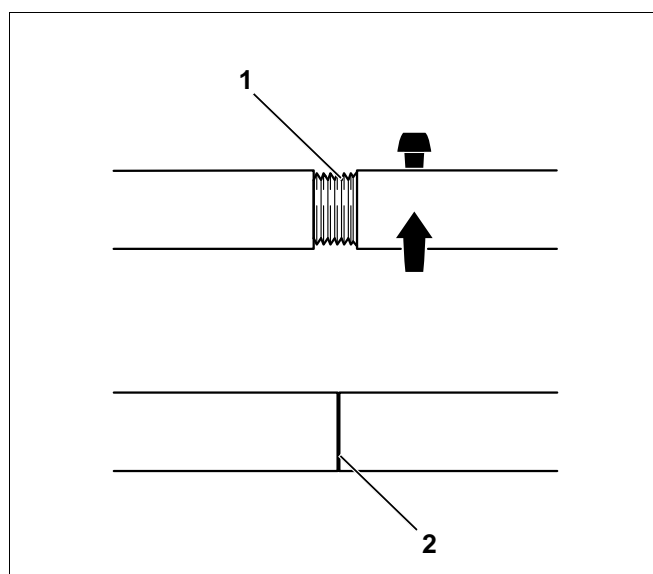

Fig. 16 Samleværktøj 2.3
Da der er mulighed for, at spindlernes skrueforbindelser kan løsne sig, når samleværktøjet med str. 2.3 løsnes (Fig. 16, **pos. 1**), skal de kontrolleres, før samleværktøjet bruges igen, og om nødvendigt spændes efter (Fig. 16, **pos. 2**).